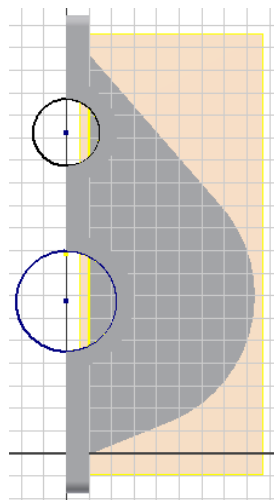

图 9-82 绘制拉伸草图
①在轴承孔的外侧面上新建草图，绘制如图 9-82 所示的圆形并标注尺寸。